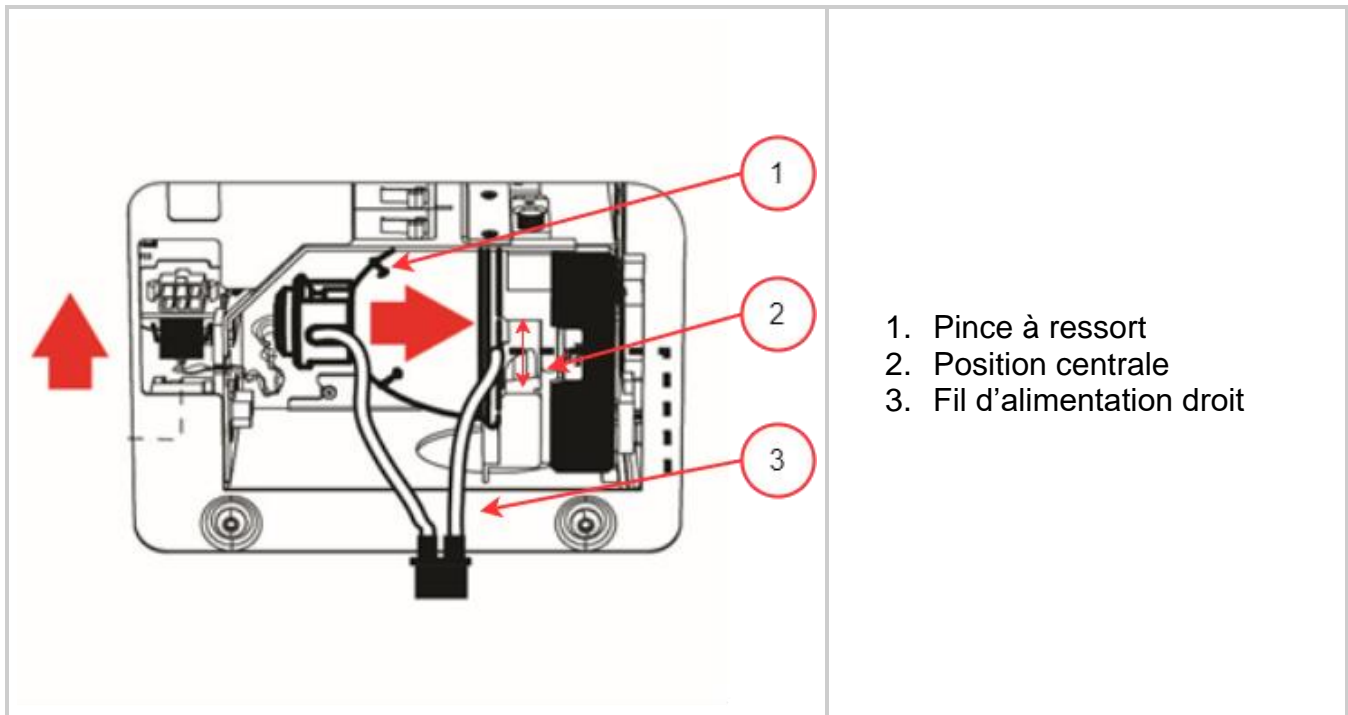

Figure 3-5 Orientation pour l'installation de la lampe -2
3. Ajustez ou faites tourner la lampe pour vous assurer que le câble d'alimentation droit n'est pas en contact avec une partie quelconque du support de lampe. Il doit être centré dans la découpe du support de lampe illustrée à la **figure 3-5**.